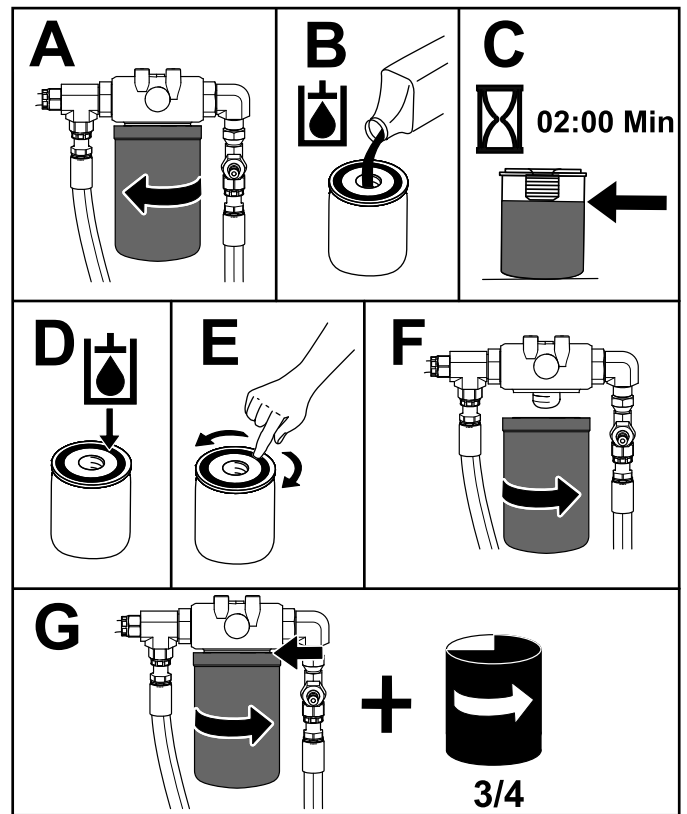

Figure 80
9. Placez un bac de vidange sous le filtre arrière et remplacez le filtre (Figure 80).